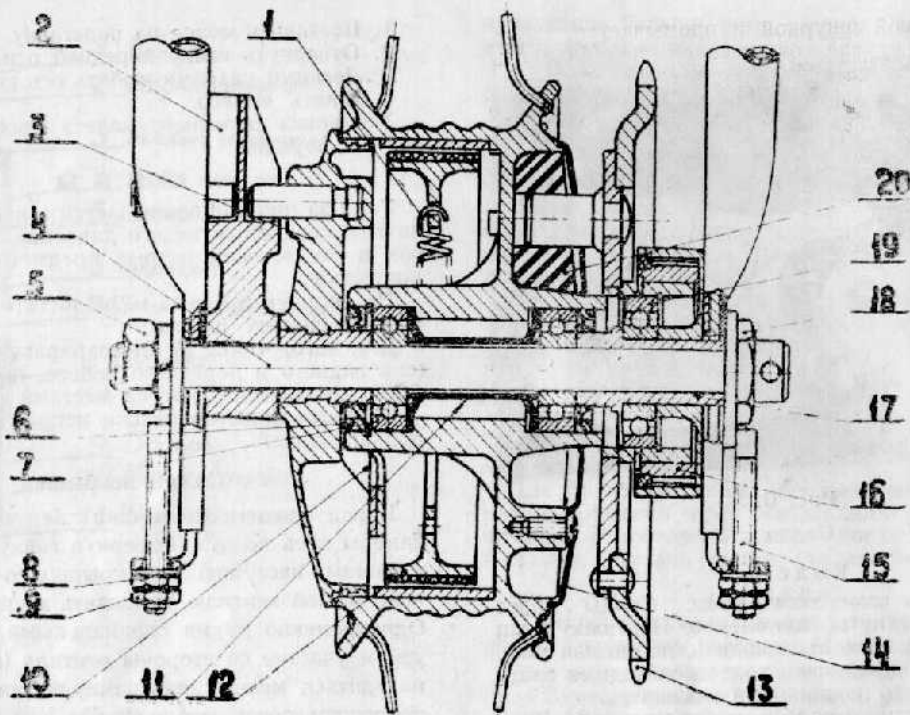

Рис. 7.
1. Ослабить гайки от заднего колеса 5 и 18 (рис. 7).
Для снятия заднего колеса необходимо (рис. 7):